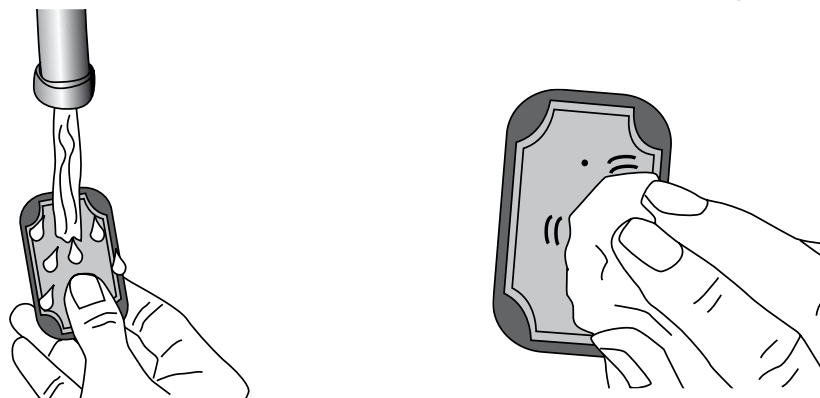

Figure 6-18 : (À gauche) Humidification de l'électrode en tissu (à droite) Épongeage de l'électrode en tissu
2. Humidifiez les électrodes en tissu jusqu'à ce qu'elles soient saturées. Reportez-vous à la Figure 6-18.
3. Épongez tout excès d'eau de l'électrode en tissu. Reportez-vous à la Figure 6-18.